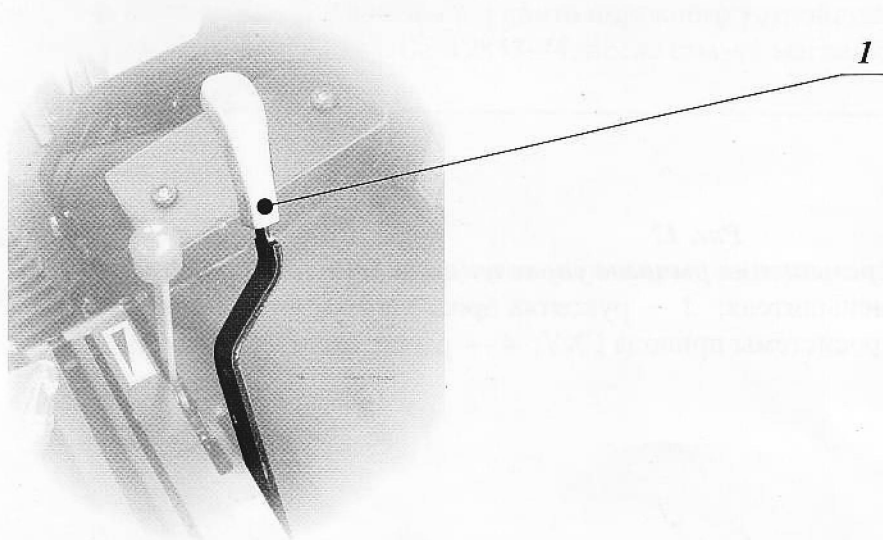

Рис. 11
2.5.3 Расположение рычага включения привода ВОМ показано на (Рис.11).